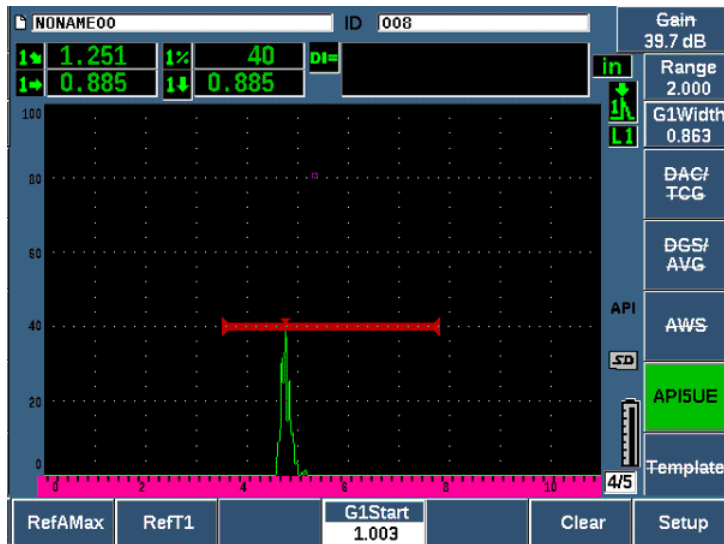

Figura 11-26 Registrazione del punto  $T_1$
- Premere **RefT1** (P2) per acquisire la posizione di diminuzione di 6 dB del picco entrata e assegnare questo valore come  $T_1$  (vedere Figura 11-26 a pagina 297).